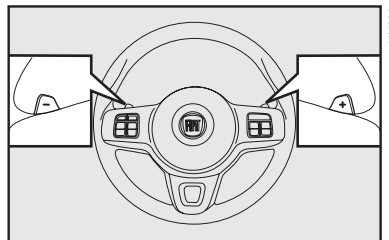

fig. 1
- Tipo manual: na qual o motorista decide diretamente quando efetuar as mudanças de marchas (através das borboletas de comando, localizadas atrás do volante - **fig. 1**).
A seleção das marchas é feita por meio das borboletas de comando localizadas atrás do volante **fig. 1** (somente para mudança de marchas).
- Após a partida do motor, para seleção da primeira marcha, atuar no comando borboleta (+) **fig. 1**.